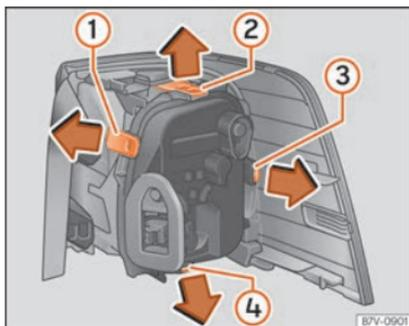

Fig. 116 Feux arrière dans la carrosserie : démonter le support d'ampoules. ① à ④ : languettes de fixation.
8.	Pour débloquer le porte-ampoule, appuyez sur les languettes de fixation » fig. 116 ① à ④ dans le sens de la flèche.